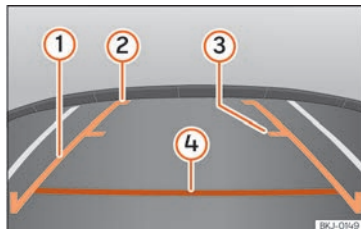

Abb. 180 Anzeige auf dem Bildschirm des Infotainment-Systems: Orientierungslinien.
- Die Beladung des Fahrzeugs verändert die Darstellung der Orientierungslinien »» Abb. 180. Die von ihnen dargestellte Breite verringert sich bei zunehmender Beladung. Achten Sie auf die Umgebung des Fahrzeugs, wenn der Innenraum oder der Gepäckraum beladen sind.
» **Abb. 180**